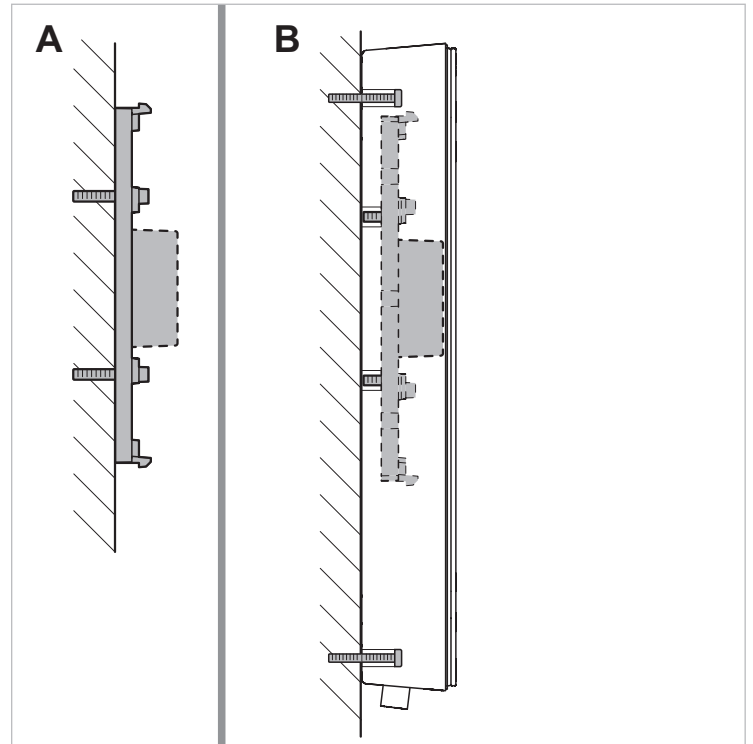
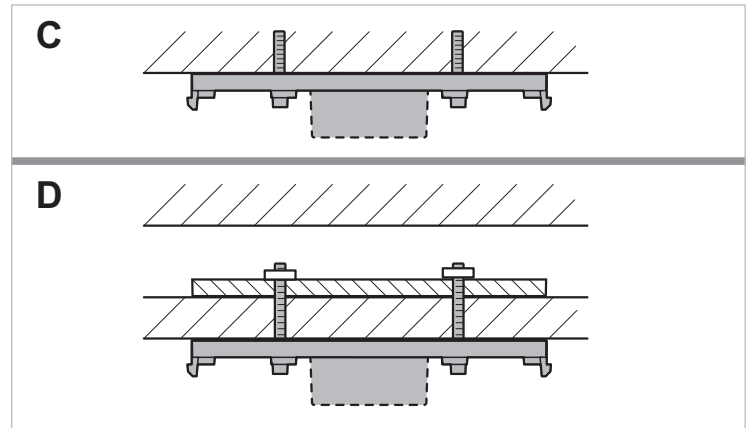

Fig. 11 Art der Installation
Fig. 12 Art der Installation
2. Universal-Montageplatte mit mindestens 4 Schrauben befestigen, je nach gewählter Montageart (Fig. 11 und Fig. 12).
3. Anschrauben der Universal-Montageplatte an einer abgehängten Decke (D, Fig. 12):